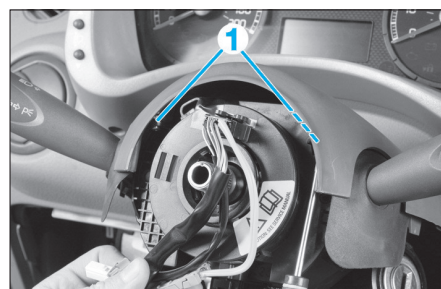

FIG. 8
- les vis de fixation (1) (Fig.8), puis déposer la coquille supérieure.